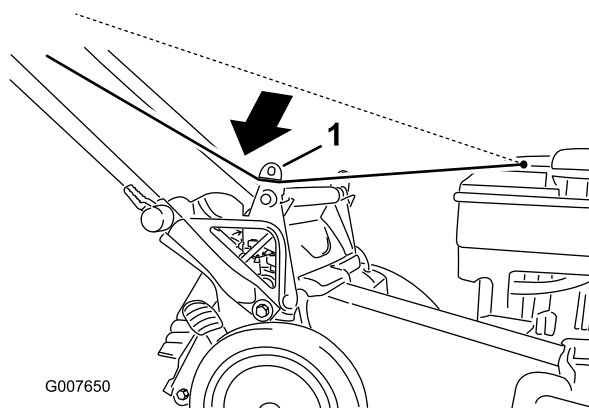

Figura 20
1. Pase la cuerda de arranque alrededor de la guía de cuerda inferior (Figura 20).